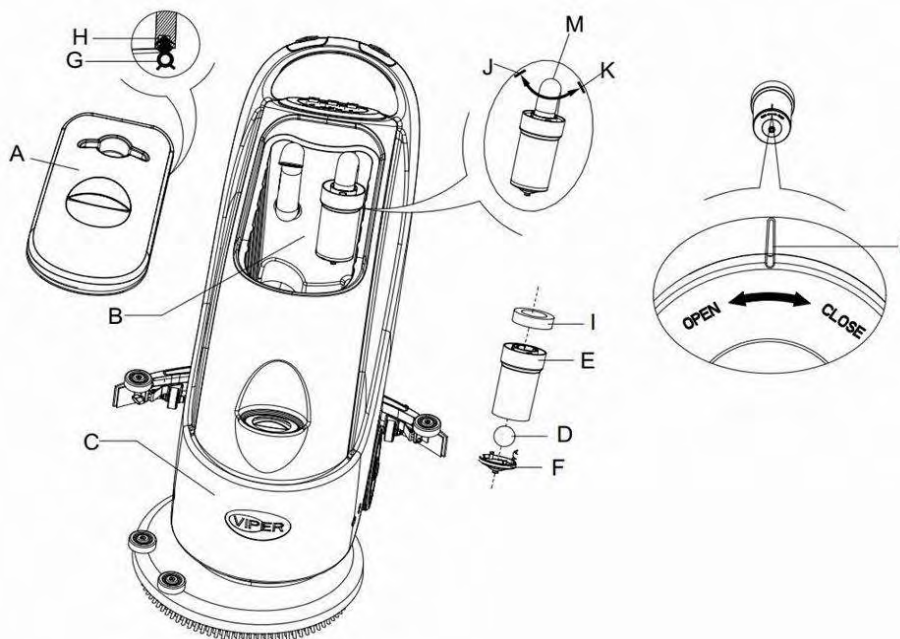

Рисунок 16
2. Нажмите кнопку включения питания (41) и установите ее в позицию "O" для отключение устройства.
3. Откройте резервуар для воды (A, Рисунок 16), и снимите поплавков устройства (36) из резервуара для грязной воды.
4. Используйте чистую воду для очистки крышки (A), резервуара (B и C), и опорной рамы фильтра-поплавка (E). Через отверстие трубы (15), слейте всю воду из резервуара.
5. При необходимости, возле символов "Open" и "Close" как показано на **рисунке 16**, отсоедините нижнюю крышку (F) от фильтра-поплавка и очистите поплавков (D), опорную раму (E), а также фильтр подушки (I). После очистки зафиксируйте фильтр-поплавков на опорной раме (E), а затем выровняйте паз (L) на нижней крышки (F) с пазом поплавкового фильтра (L) к опорной раме (E). Поверните нижнюю крышку (F) с точкой фильтра-поплавка и закрепите плотно фильтр к подушке (I) на опорную раму фильтра-поплавка (E), а затем на Вакуумную трубку (M).
6. Проверьте герметичность уплотнительного кольца (G) крышки резервуара с водой..